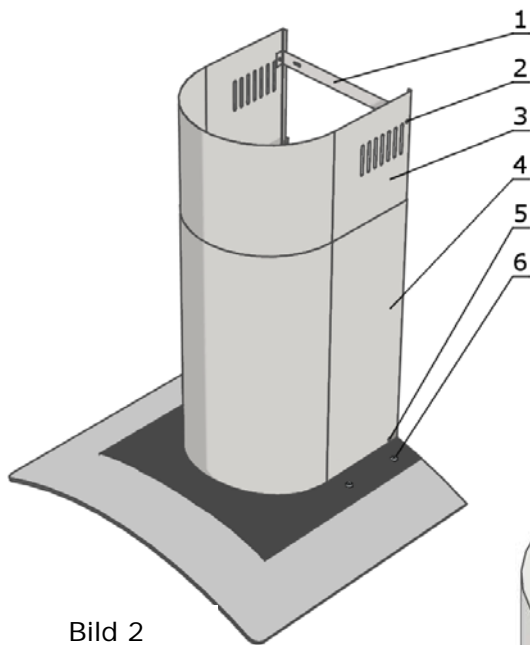

Bild 2
1. An die in der Wand befestigte Dunsthaube die Kamine 3 und 4 anbringen (siehe Bild 2,3)